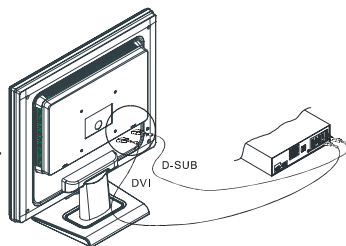

図 1-4
2. シグナルケーブルの片方を LCD モニタの D-SUB または DVI (オプション) ポートに接続してください (図 1-4 参照)。